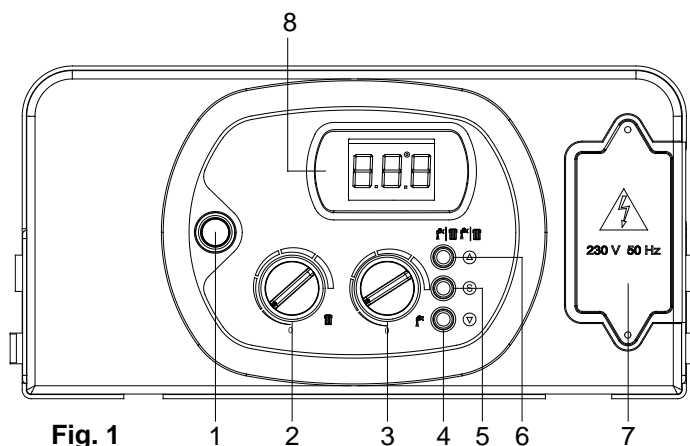

Fig. 1
- attivare la caldaia posizionando l'interruttore **1** su ON (fig. 1);
Per commutare la caldaia in funzionamento "ESTATE" agire sul pulsante **6** (fig. 1) in questo caso la caldaia lavora solo per la funzione sanitario. L'impostazione in modalità "ESTATE" della caldaia è rappresentato dall'accensione del simbolo  con *segnale fisso* sul display del pannello comandi.
Per commutare la caldaia in funzionamento "INVERNO" agire sul pulsante **6** (fig. 1) per selezionare solo la funzione riscaldamento. L'impostazione in modalità "INVERNO" della caldaia è rappresentato dall'accensione del simbolo  con *segnale fisso* sul display del pannello comandi.
Per commutare la caldaia in funzionamento ESTATE/INVERNO agire sul pulsante **6** (fig.1); in questo caso la caldaia lavora solo per le funzioni riscaldamento/acqua calda sanitaria. Il funzionamento ESTATE/INVERNO si riconosce dall'accensione contemporanea dei simboli  con *segnale fisso* sul display del pannello comandi.
La regolazione della temperatura si effettua per mezzo della manopola **2** (fig.1);
La regolazione della temperatura si effettua per mezzo della manopola **3** (fig.1);
In questo paragrafo sono elencati i possibili codici di errore che la caldaia può visualizzare nel display **8** (fig. 1 pag. 2) con le relative segnalazioni e le relative operazioni che l'utente può effettuare per lo sblocco della caldaia.